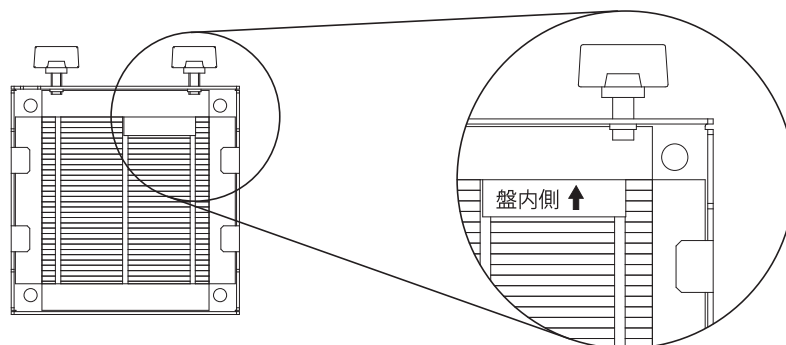

図 23
- ・塩害用フィルタは、キャビネット内側から「盤内側」表示ラベルが右上部に見えるように取り付けてください。十分な塩分低減効果が得られません。(図23)